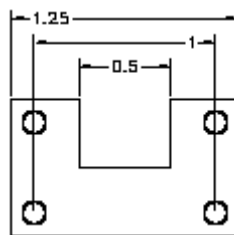

图 8-51 利用 QDIM 命令创建交错标注
(2) Staggered。创建一系列的交错标注。如图 8-51 所示的利用 QDIM 命令创建交错标注。